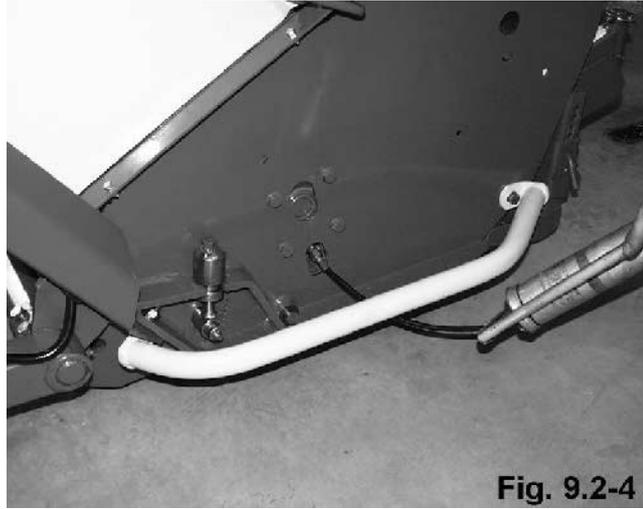

Fig. 9.2-4
- Supporto del rullo di appoggio posteriore (Fig. 9.2-4)